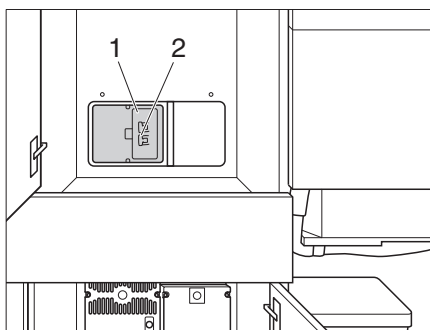

Figura 43 Fusible automático de 230 V
El sistema de alimentación de 230 voltios (conexión externa) está equipado con un fusible automático (Figura 43). Se utiliza principalmente para la protección de líneas. La caja de fusibles se encuentra en el armario empotrado detrás de una trampilla. El fusible automático responde en caso de cortocircuito y sobrecarga en la red de líneas.
- Abrir la tapa de cubierta (Figura 43,1).
La conexión de 230 V debe estar asegurada con un fusible automático de dos polos (Figura 43,2).
- ▷ El interruptor FI (Figura 43,2) para 230 V debe dispararse una vez al año para evitar el «bloqueo» del mecanismo y que se prolongue el tiempo de disparo.